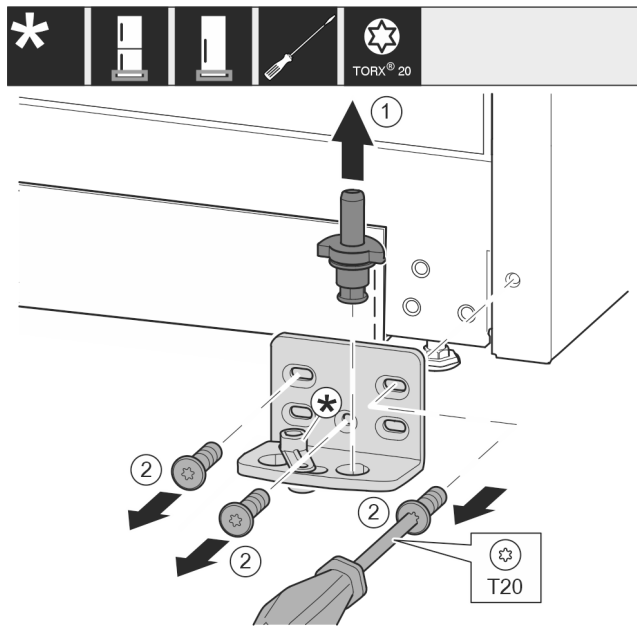

Fig. 16 *
- Húzza ki teljesen a csapszeget Fig. 16 (1) felfelé.*
- Tekerje ki a csavarokat Fig. 16 (2) csavarhúzóval, és vegye le a csapágybakot.*